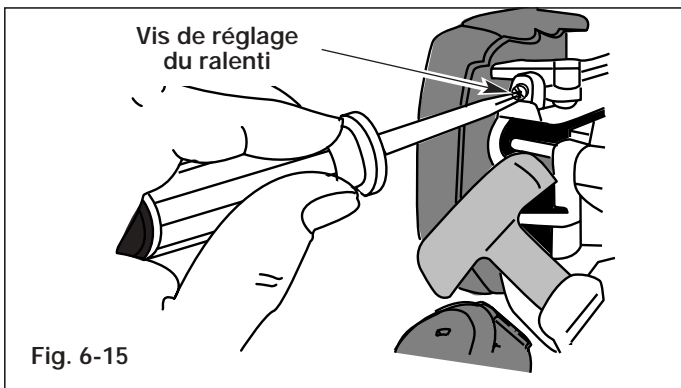

Fig. 6-15
Le ralenti du moteur est réglable à l'aide de la vis qui se trouve près du couvercle du filtre à air (Fig. 6-15).
- Relâchez le levier d'accélérateur et laissez le moteur au ralenti. Si le moteur s'arrête, insérez un petit tournevis à embout cruciforme ou à tête plate dans la vis près du couvercle du filtre à air (Fig. 6-15). Vissez la vis de 1/8 de tour à la fois (selon le besoin) jusqu'à ce que le moteur tourne au ralenti.